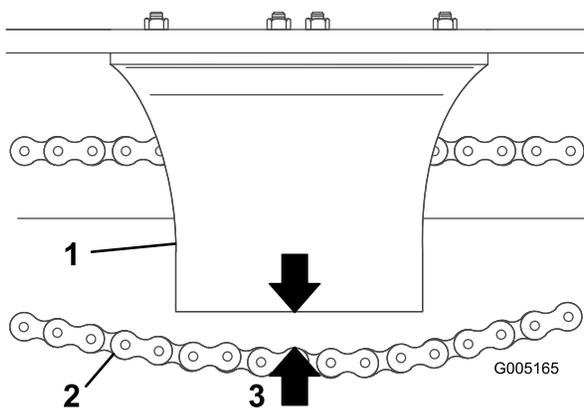

Figura 33
- Mida la distancia entre la parte inferior del protector de la cadena y el tramo inferior de la cadena (Figura 33). Si la holgura de la cadena no está en el intervalo de 1-1/2 a 2-1/2 pulgadas (3,8 a 6,35 cm), ajuste la tensión (consulte Ajuste de la tensión de la cadena de transmisión (página 33)).
cadena y el tramo inferior de la cadena está en el intervalo de 1-1/2 a 2-1/2 pulgadas (3.8 a 6.35 cm) (Figura 33).